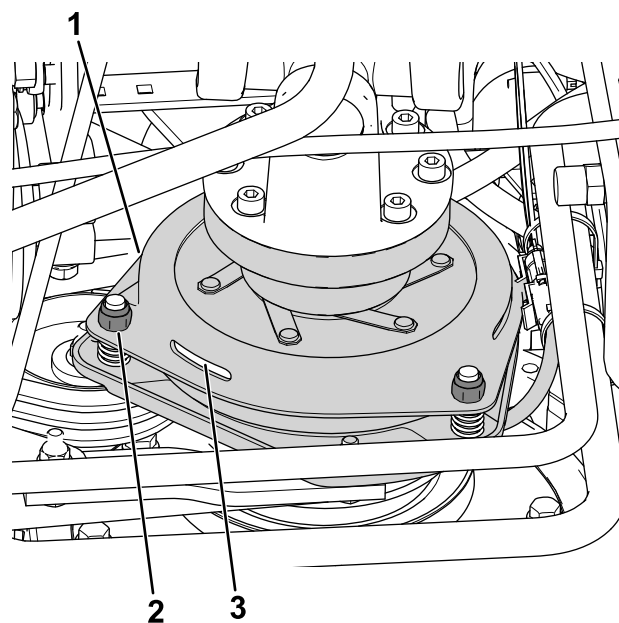

Рисунок 80
3. Отрегулируйте зазор так, чтобы толщиномер на 0,3 мм мог проходить между накладкой муфты и фрикционной пластиной с легким усилием (**Рисунок 80**).
Примечание: Этот зазор можно уменьшить, поворачивая регулировочные гайки по часовой стрелке (**Рисунок 80**). Максимальный рабочий зазор составляет 0,6 мм. Отрегулируйте все 3 воздушных зазора так, чтобы они составляли 0,4 мм.